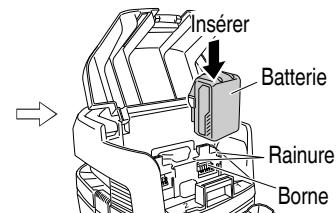

Fig. 9
4. Insertion de la batterie (Fig. 9)